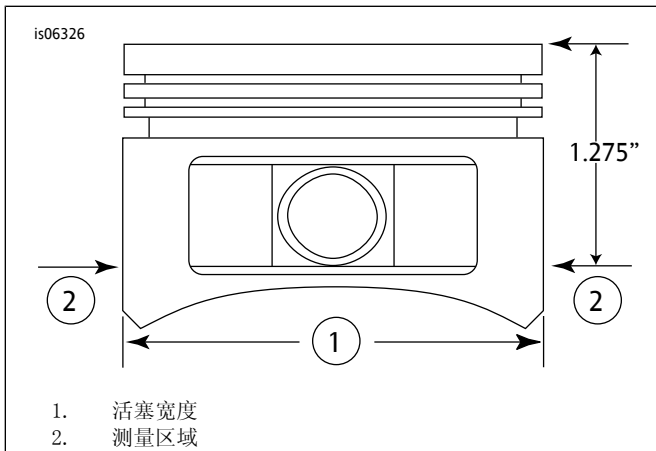

图2。活塞测量值
- 参见图2。测量活塞宽度(1)，活塞销孔两侧水平90度方向、活塞(2)平面(顶部)向下1.275英寸处。参见表11了解此位置的活塞至汽缸配合。